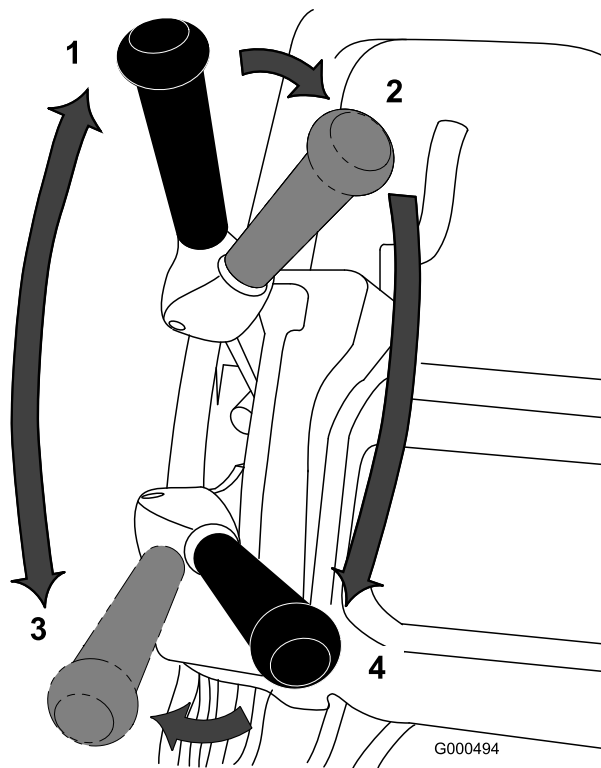

Рисунок 23
1. Запустите двигатель, установите дроссельную заслонку на пониженные обороты двигателя, нажмите на рукоятку вниз, чтобы поднять режущий блок, прижмите к рукоятке штангу контроля присутствия оператора, переведите рычаг управления тягой и приводом барабана в положение ПЕРЕДНИЙ ХОД (транспортировка) и переместите машину на край грина (Рисунок 23).
2. Переведите рычаг в НЕЙТРАЛЬНОЕ положение (Рисунок 23).
3. Переведите рычаг в положение «тяга — НЕЙТРАЛЬНОЕ положение, привод барабана ВЫКЛЮЧЕН»(Рисунок 23).
4. Переведите рычаг в положение «тяга — ПЕРЕДНИЙ ход, привод барабана ВКЛЮЧЕН» (Рисунок 23), увеличивайте с помощью дроссельной заслонки обороты двигателя до тех пор, пока машина не будет двигаться с требуемой скоростью, переместите машину на грин, опустите режущий блок на землю и начните скашивание.